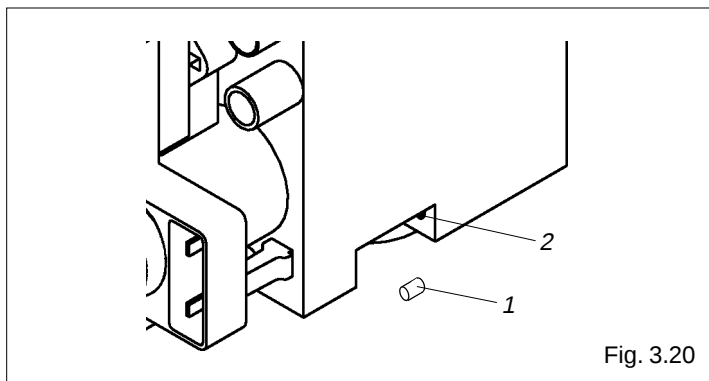

Fig. 3.20
El encendido lento se efectúa automáticamente, después, para garantizar que sea correcto, quitar el reductor (1) de la sede (2) presente en la electroválvula del gas (fig.3.20).